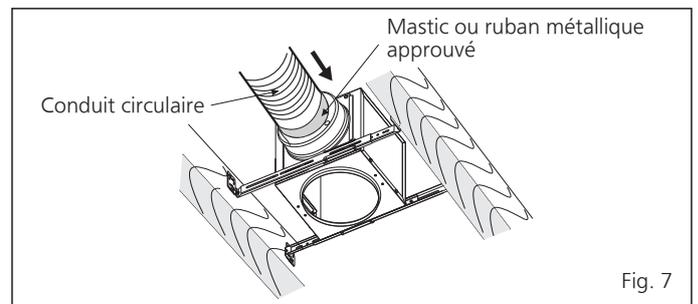

Fig. 7
- Installez un conduit circulaire et fixez-le avec des pinces ou des attaches, et scellez-le avec du mastic ou du ruban métallique approuvé. Un conduit circulaire de 4 ou 6 pouces est requis pour se connecter à la partie appropriée de l'adaptateur. (Voir Fig. 7)